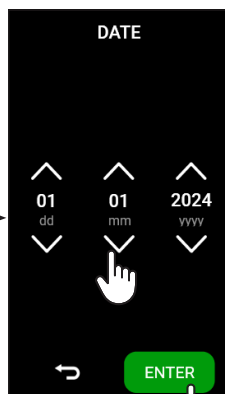

fig.4
I tilfælde af indbygget installation med en hylde over enheden, skal der være et mellemrum på mindst 5 cm mellem bunden af hylden og toppen af enheden (fig.4).
- Indstil den aktuelle dato, og tryk på ENTER (fig. 4);